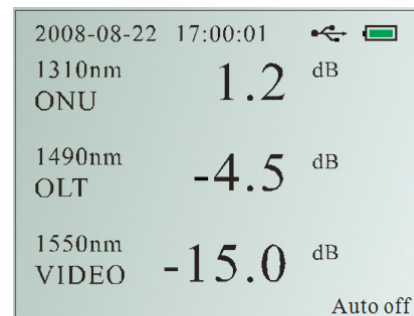

Fig.1 Menú de medida normal (dB)
1. Modo de medida normal – Este modo simplemente muestra la potencia óptica directamente sin definir ningún tipo de umbral. En este modo los LED indicadores no se iluminarán. Los resultados podrán mostrarse en dos unidades: dB y dBm mediante el uso de la tecla **db/dBm**. Ver Fig.1. La unidad de dBm se usa para mostrar la potencia actual, mientras que la unidad dB muestra un valor de potencia relativo a un valor de referencia. En este modo, el valor de referencia necesita haberse definido previamente de forma correcta.